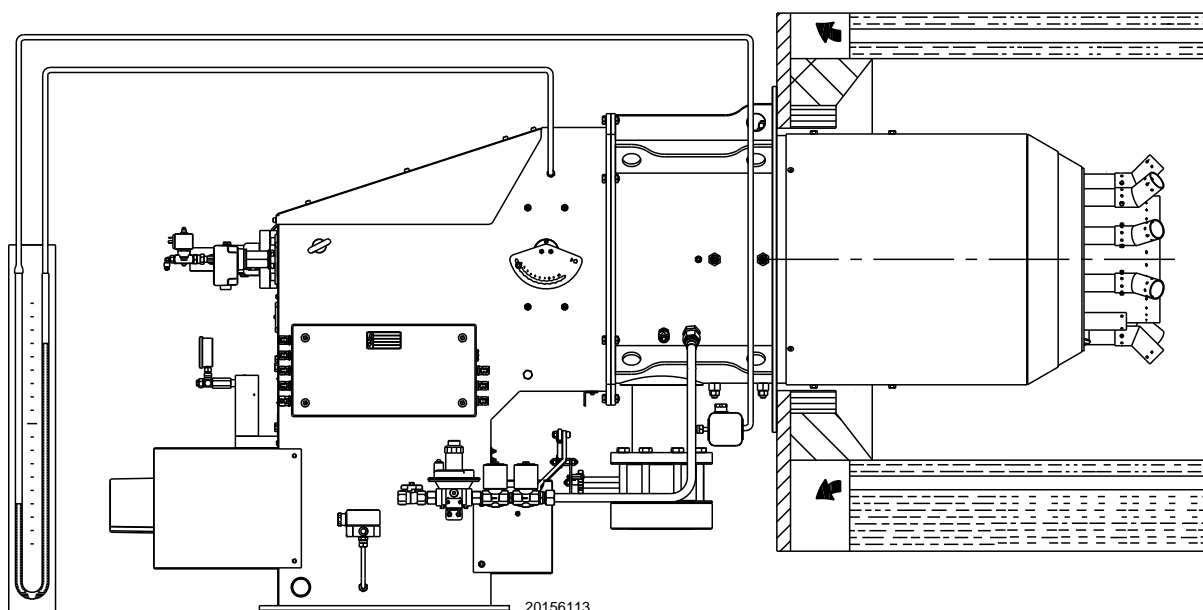

Fig. 32
- Montare un manometro a U o un manometro di tipo differenziale (Fig. 32), con presa (+) sulla pressione del gas del manicotto e (-) in camera di combustione. Serve a ricavare approssimativamente la potenza MAX del bruciatore.
L'arrivo del gas al manicotto è evidenziato dal manometro ad U (Fig. 32) oppure con l'ausilio di un manometro digitale posto sulla presa di pressione sotto il manicotto.